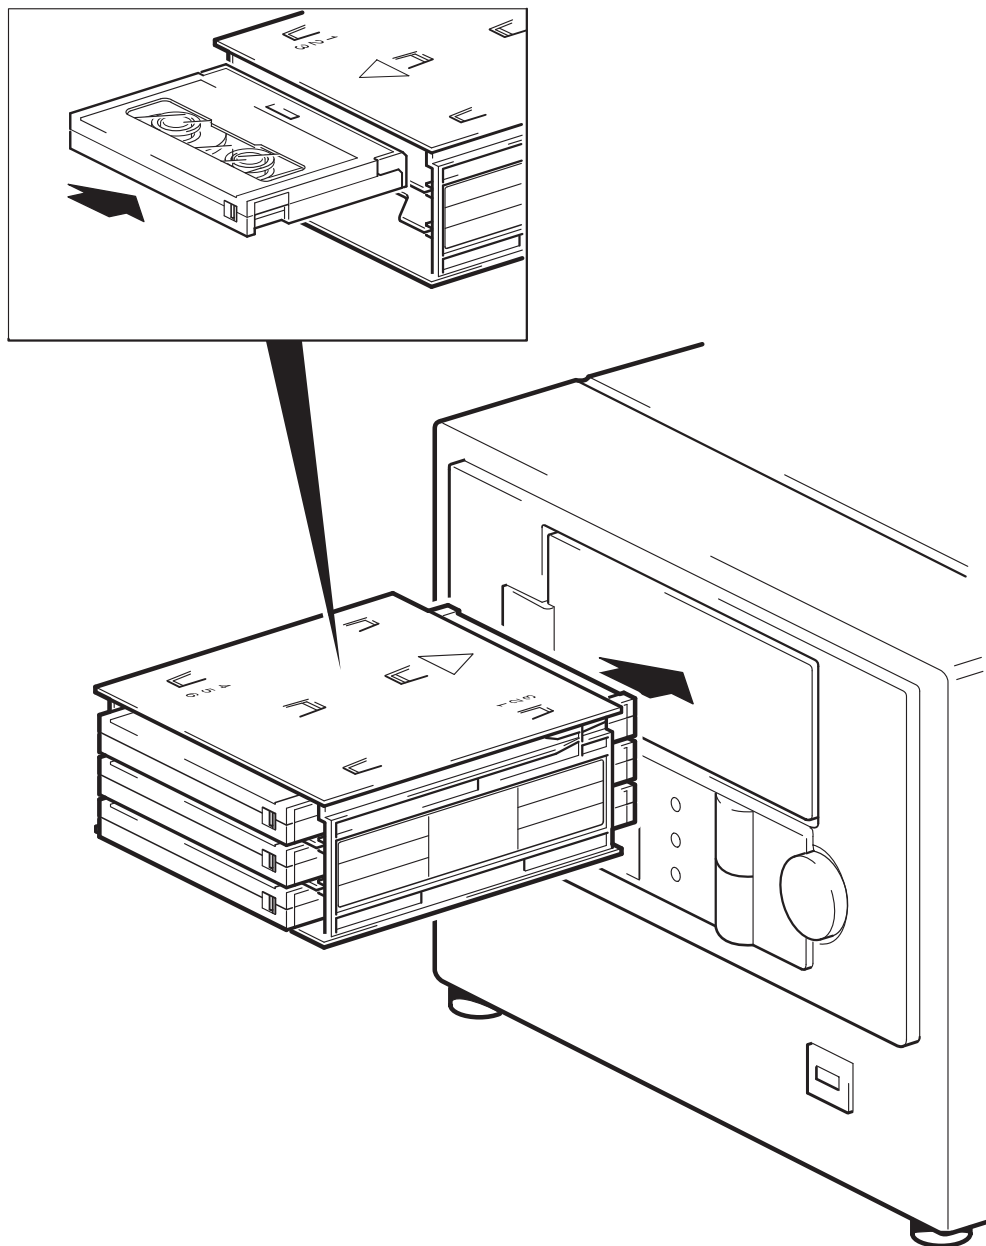

图 8: 安装自动装载器
- 2 通过自动装载器的前门插入磁带盒。请确保大箭头处于最上端并指向自动装载器，如图 8 所示。